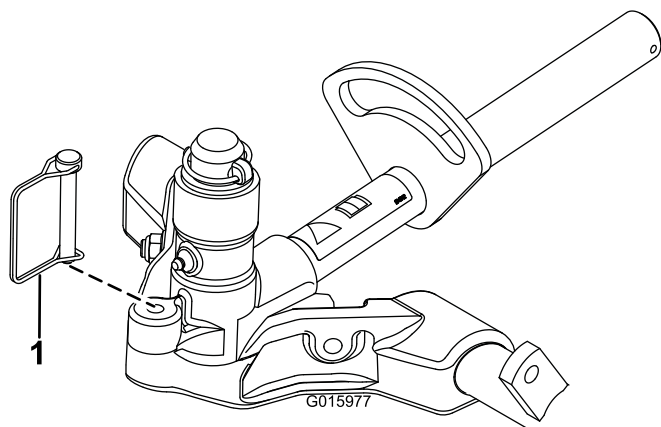

Figura 17
12. Para bloquear la dirección de las unidades de corte, sujete la horquilla de pivote al bastidor de tiro con el pasador de alambre (Figura 17).